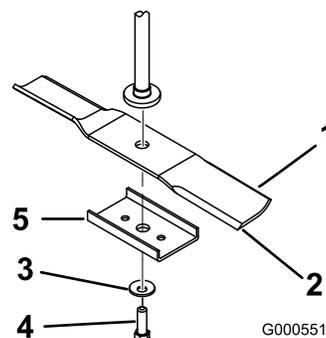
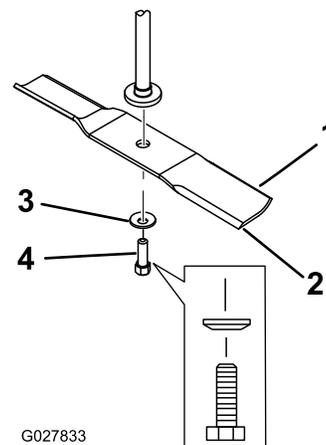

Figura 60
Figura 61
2. Retire el refuerzo de la cuchilla (carcasas de 81 cm solamente), el perno de la cuchilla, la arandela curva y la cuchilla del eje (Figura 60 y Figura 61).
1. Instale la cuchilla en el eje (Figura 61).
2. Instale el refuerzo de la cuchilla (modelos de 81 cm solamente), la arandela curva (con la copa hacia la cuchilla) y el perno de la cuchilla (Figura 61).